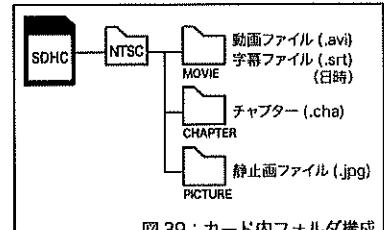

図39: カード内フォルダ構成
- ・本装置で作成されるデータフォルダは右図（図39）のような状態で構成されています。